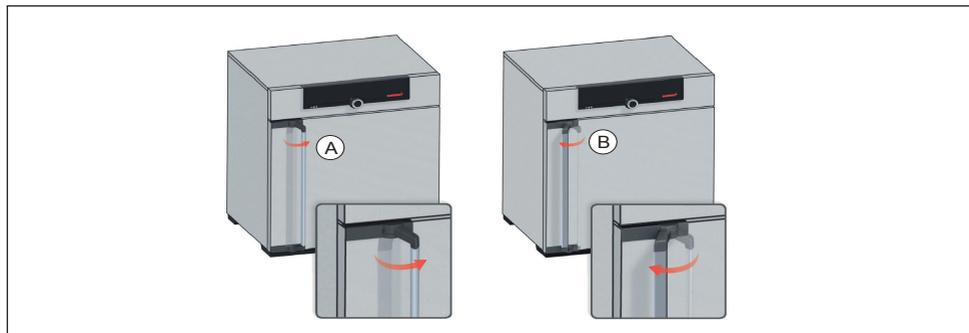

Рис. 14 Открытие и закрытие дверцы
- ▶ Для открытия дверцы потяните ручку дверцы вбок (в зависимости от варианта навешивания дверцы справа или слева, Рис. 14, А).